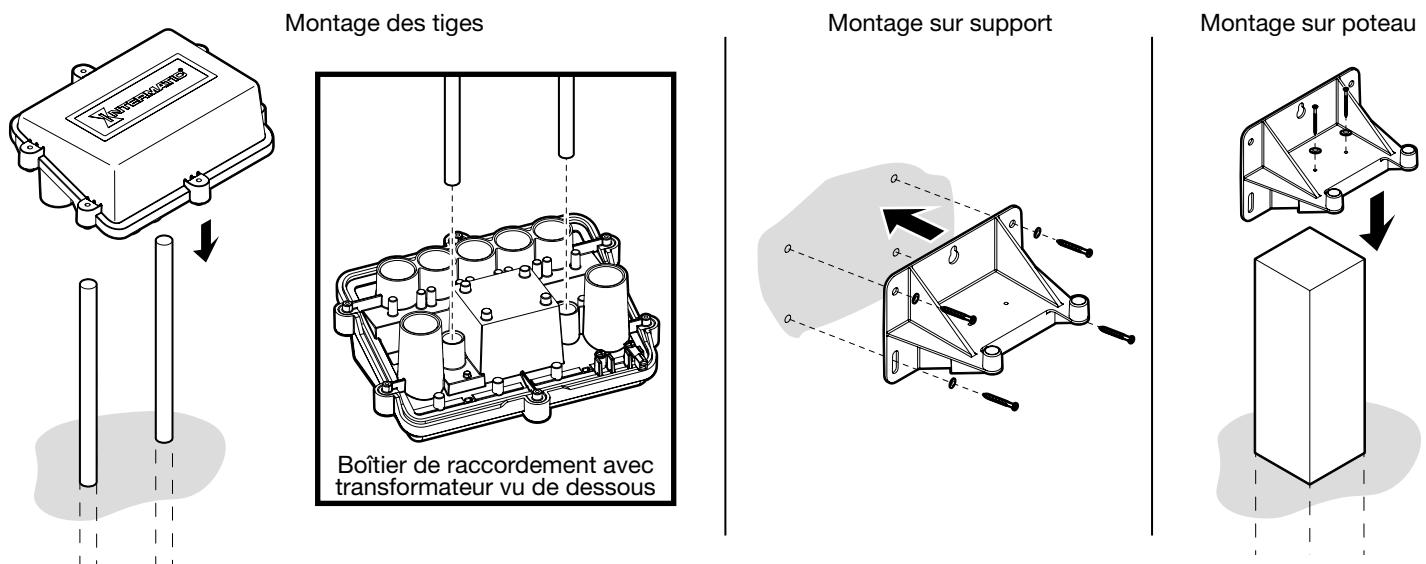

FIG. 2. Options de montage
2. Fixez le boîtier de raccordement avec transformateur avec des tiges de 1,9 cm ($\frac{3}{4}$ po). Voir FIG. 2 pour en savoir plus sur le montage des tiges.